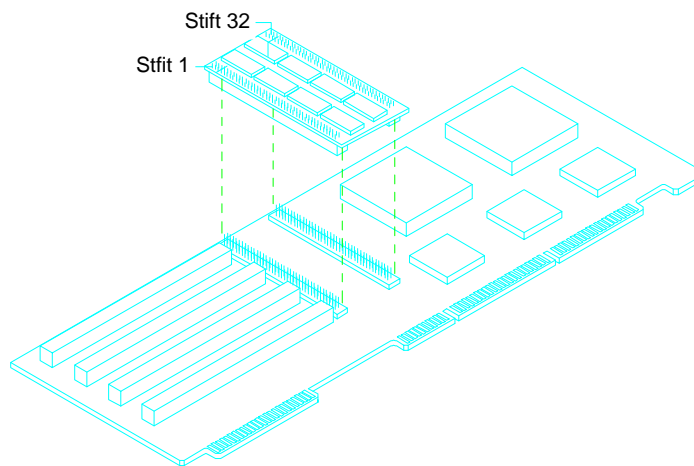

*Abbildung 2-14 Installation des Kühlkörpers und des Lüfters an der Dual-Pentium-CPU-Karte (3,3 Volt)*
3. Folgen Sie den Schritten 1 und 2, um einen Lüfter und einen Kühlkörper an der zweiten CPU, falls vorhanden, anzubringen. Siehe Abbildung 2-14.